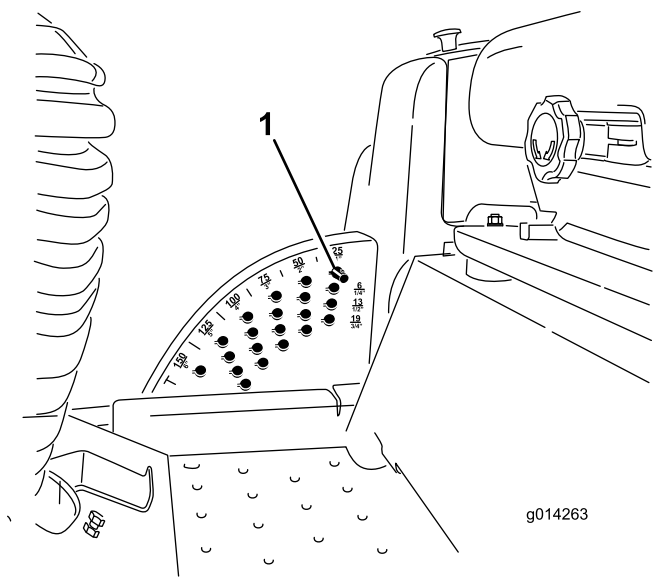

图 19
1. 如图 19 所示在发动机运行的同时向后推刀盘提升开关直至滚刀组完全升起然后立即松开开关。
2. 旋转剪草高度销直至销上的小块与剪草高度支架孔内的槽在一条线上然后取下销图 19。
3. 选择剪草高度支架对应所需剪草高度的孔插入销将其向下旋转并锁定到位图 19。
注意 共有 4 排孔的位置图 19。最上面的一排是高于限位销的列明剪草高度。其下第二排的剪草高度为列明剪草高度加 6mm。其下第三排的剪草高度为列明剪草高度加 12mm。最下面一排的剪草高度为列明剪草高度加 18mm。15.8cm 位置仅有 1 个孔位于第二排。此孔不需添加 6mm 即可到 15.8cm 位置。